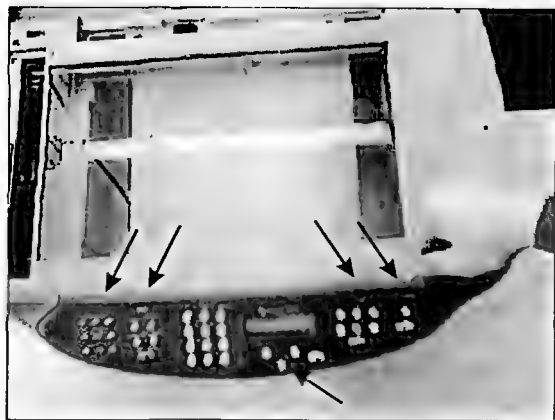

Рис. 9.12
- Снимают лицевую панель МФУ, которая фиксируется на пяти защелках (рис. 9.12). Вначале отжимают защелку, расположенную посередине снизу панели. Низ освободится, затем освобождают четыре остальных защелки вверх.